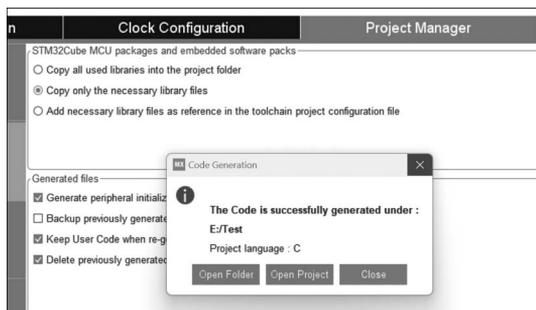

图 3.41 打开工程选择
(7) 在弹出的对话框中单击 Open Project 按钮即可在 MDK 中打开该工程,如图 3.41 所示。也可以打开工程所在的文件夹,再双击打开 *.uvprojx 文件。完成此步骤的前提是 MDK-ARM 安装成功并安装好了 STM32U5 的固件包。